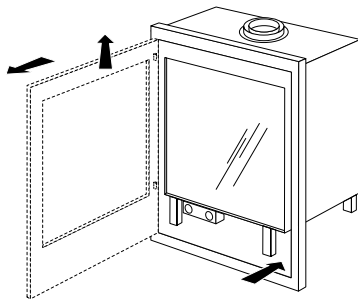

fig. 6
1. Open de deur door rechtsonder tegen de deur te duwen en verwijder de deur (zie fig. 6).